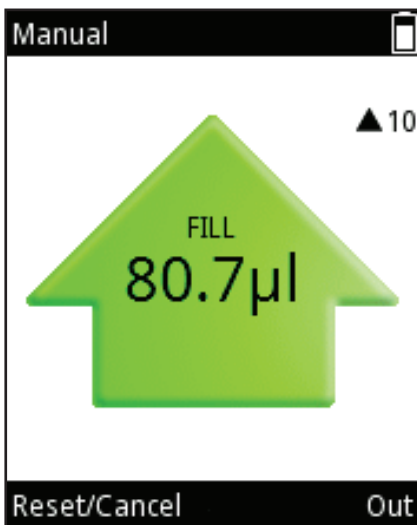

Figura D34.
6. Quando il **grilletto** è stato rilasciato prima di arrivare al volume Limite, la direzione del movimento può essere modificata premendo **(Out)** o **(In)** (Il pulsante con la guida testuale dipende dalla direzione di movimento attuale) (Figura D34).